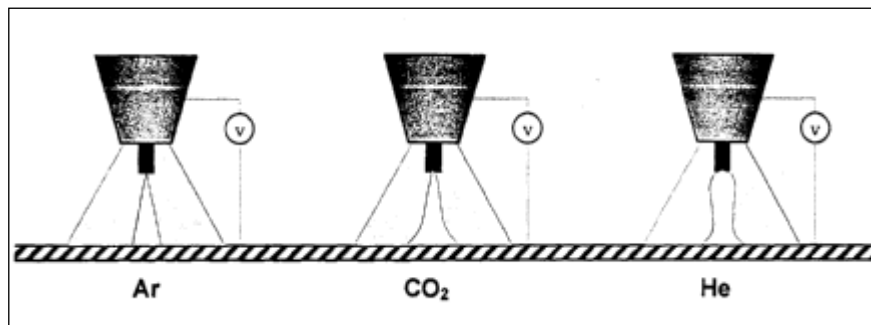

Fig.2: Forma de la columna de plasma en función del gas de protección (soldeo MIG ó MAG)
- **Forma del cordón y penetración.** El argón tiene una conductividad térmica más baja que el helio, por lo que el calor se concentra en la zona central del arco produciendo penetraciones de aspecto característico y similar al representado en la fig.2. El CO₂ tiene una conductividad intermedia entre la del helio y la del argón aunque más parecida a la del argón.